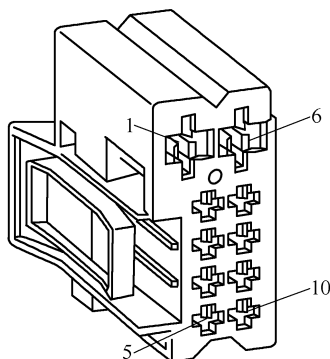

图 2-5-5 测试端子
① 拔下燃油泵控制单元 J538 上的电气插接器。
② 将插接器的端子 1 和 6 之间用万用表连接在一起测量电压,如图 2-5-5 所示。额定值应大约为蓄电池电压。
③ 将插接器的端子 3 和 6 之间用万用表连接在一起测量电压,如图 2-5-5 所示。打开点火开关时,额定值应大约为蓄电池电压。